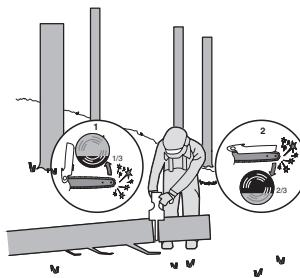

Figura 3
Quando il tronco è supportato su un lato, come illustrato in Figura 3, tagliare 1/3 del diametro dalla parte inferiore (sottostrato) (1). Quindi praticare il taglio finito tramite il sottostrato per incontrare (2) il primo taglio.